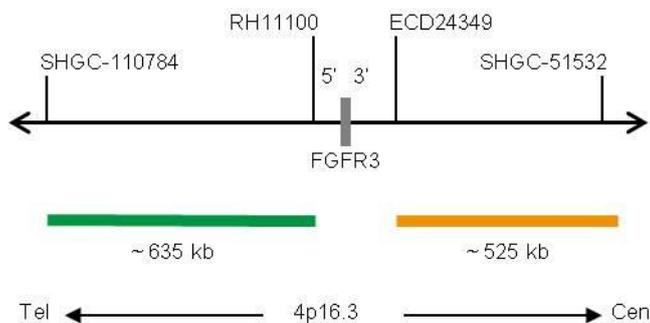

Fig. 1 : Carte de la sonde SPEC FGFR3 (pas à l'échelle)
- Polynucléotides marqués au ZyGreen (excitation 503 nm/émission 528 nm) (~10 ng/μl), qui ciblent des séquences en 4p16.3* (chr4:1,093,149-1,729,455) distale de la région des points de rupture de FGFR3 (voir figure 1).
- Polynucléotides marqués au ZyOrange (excitation 547 nm/émission 572 nm) (~4.5 ng/μl), qui ciblent des séquences en 4p16.3* (chr4:1,922,997-2,446,931) proximale de la région des points de rupture de FGFR3 (voir figure 1).